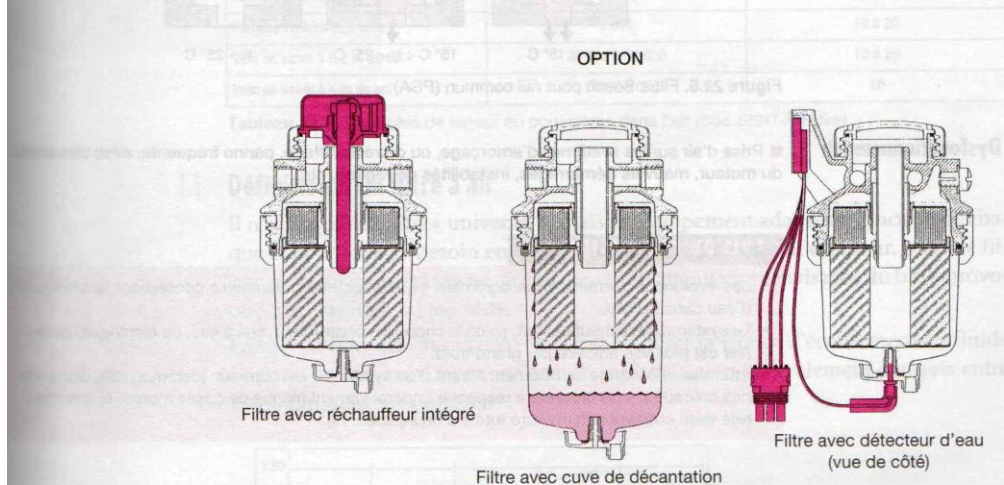

Figure 22.4. Options sur le filtre « Stanadyne » fuel manager
- double filtration sur filtre à une cuve (séparateur d'eau + filtre fin) et adaptation des accessoires selon l'option désirée (Stanadyne) (fig. 22.4).